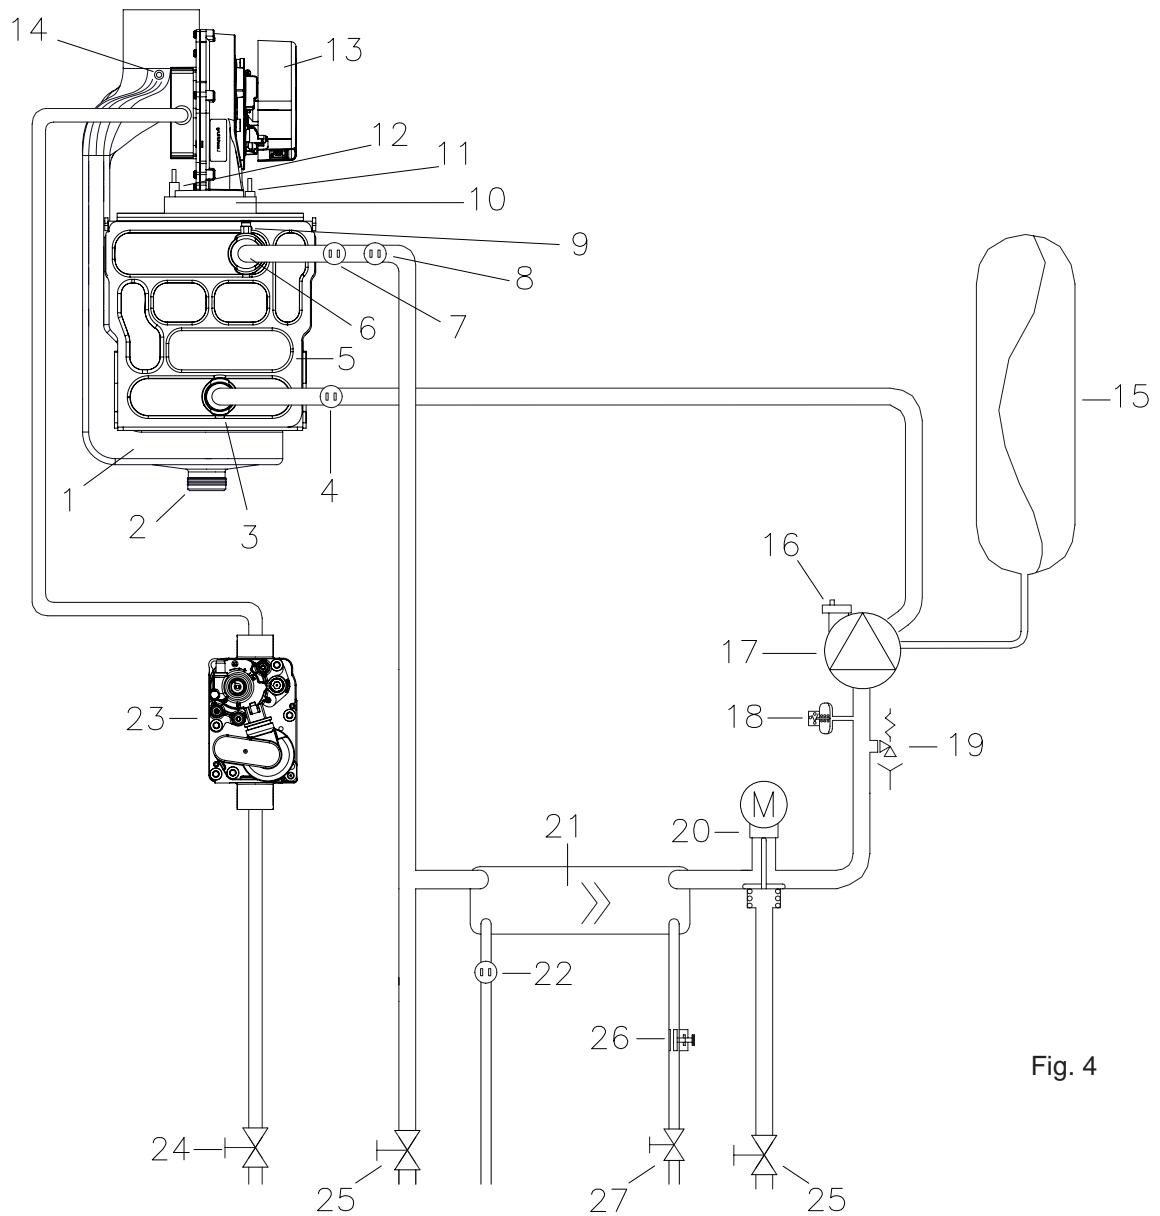

Fig. 4
**2.1 OPERATING SCHEME (Fig. 4)**